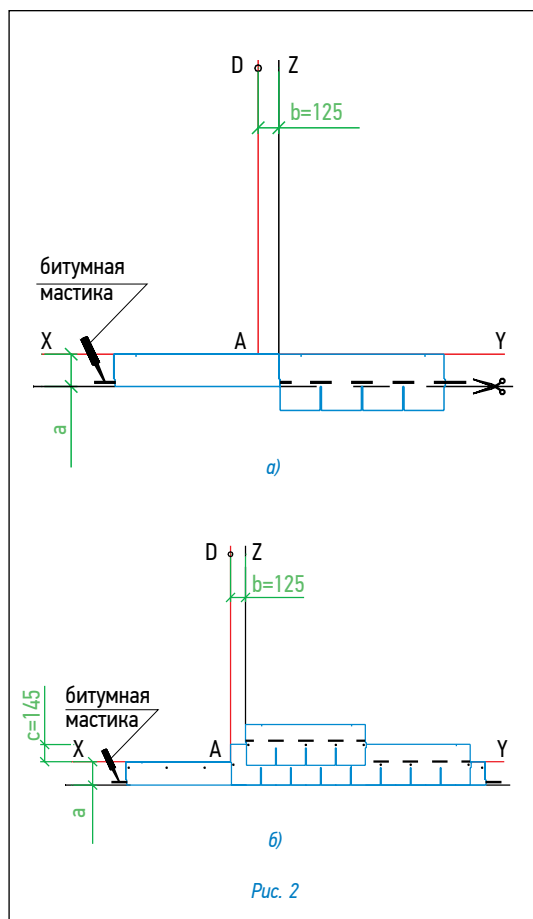

Рис. 2
### Укладка материала (рис. 2)
- Начальный ряд формируется из специальной коньково-карнизной черепицы, либо из листов черепицы обрезанных по линии образованной конечными точками вырезов. Элементы начального ряда укладываются по линии карниза в обе стороны от линии Z (рис. 2а) и фиксируются по нижнему краю битумной мастикой, а по верхней кромке 4 гвоздями (ось гвоздей на 5 см ниже верхнего края полосы).
- далее первый ряд черепицы укладывается от линии AD (рис. 2б);
- второй ряд укладывается от линии Z (со смещением 12,5 см от AD) (рис. 2б);
Каждый лист черепицы крепится 5 гвоздями в штатных местах (ось гвоздей на линии битумных клеевых полос) таким образом, чтобы гвоздь прошивал и верхний край нижележащего листа черепицы (рис. 2б).